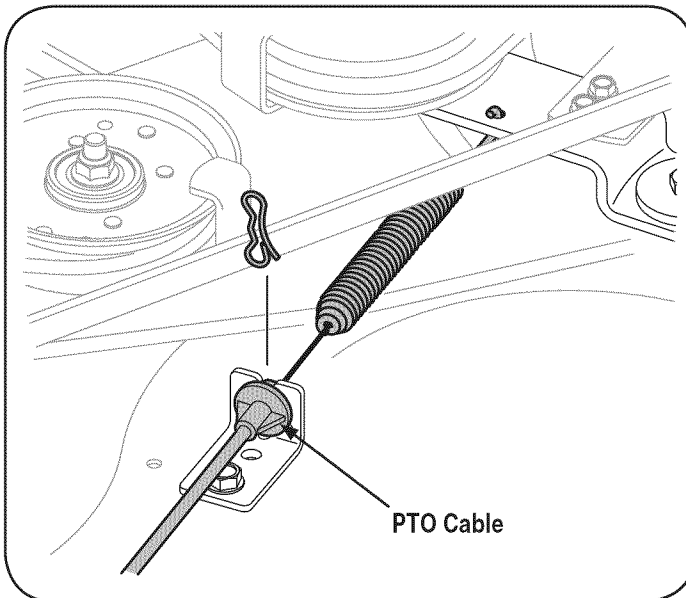

Figura 21
9. Retire con cuidado el cable de toma de fuerza de la parte trasera de la plataforma de corte al eliminar el clip de horquilla que lo sujeta. Retire el muelle del soporte rueda loca de la cubierta. Véase la figura. 21.